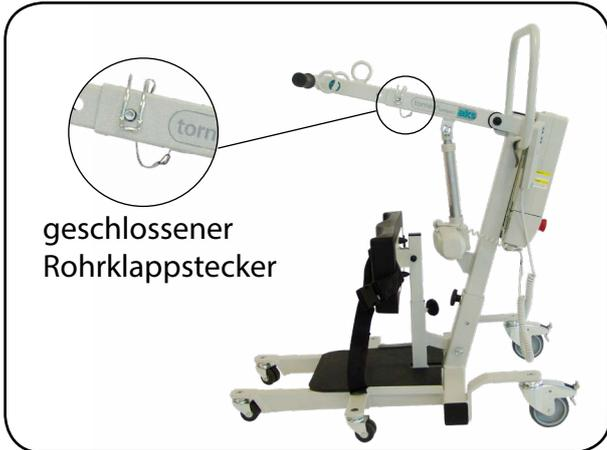

Abb. 6.2.08 – Standmast und Hebearm montiert
12. Sichern Sie den Hebearm mit dem Rohrklappstecker in einer der beiden Positionen (Abb. 6.2.08). Bringen Sie dazu die Bohrung des Hebearms mit der Bohrung der Hebearmaufnahme deckungsgleich übereinander. Stecken Sie den Bolzen des Rohrklappsteckers bis zum Anschlag ein und klappen Sie den Bügel um. Der Rohrklappstecker ist korrekt angebracht, wenn der Bügel die Hebearmaufnahme umschließt (Abb. 6.2.08).
Für eine vereinfachte Montage empfiehlt es sich, die Schienbeinstütze aus der Aufnahme zu entfernen. Lösen Sie dazu den Sterngriff an der Aufnahme für die Schienbeinstütze (Abb. 6.2.08).